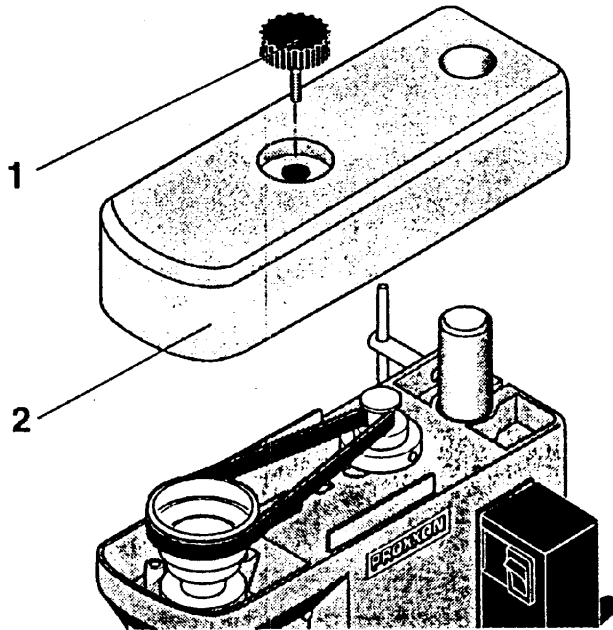

Fig. 6
1. Rändelschraube 1 (Fig. 6) herausdrehen und Deckel (2) nach oben abheben.
1. Unscrew the knurled screw 1 (Fig. 6) and lift the cover (2) off.
1. Dévisser la vis moletée 1 (Fig. 6) puis retirer le capot (2) vers le haut.
1. Svitare la vite a testa zigrinata 1 (fig. 6) e togliere il coperchio (2) verso l'alto.